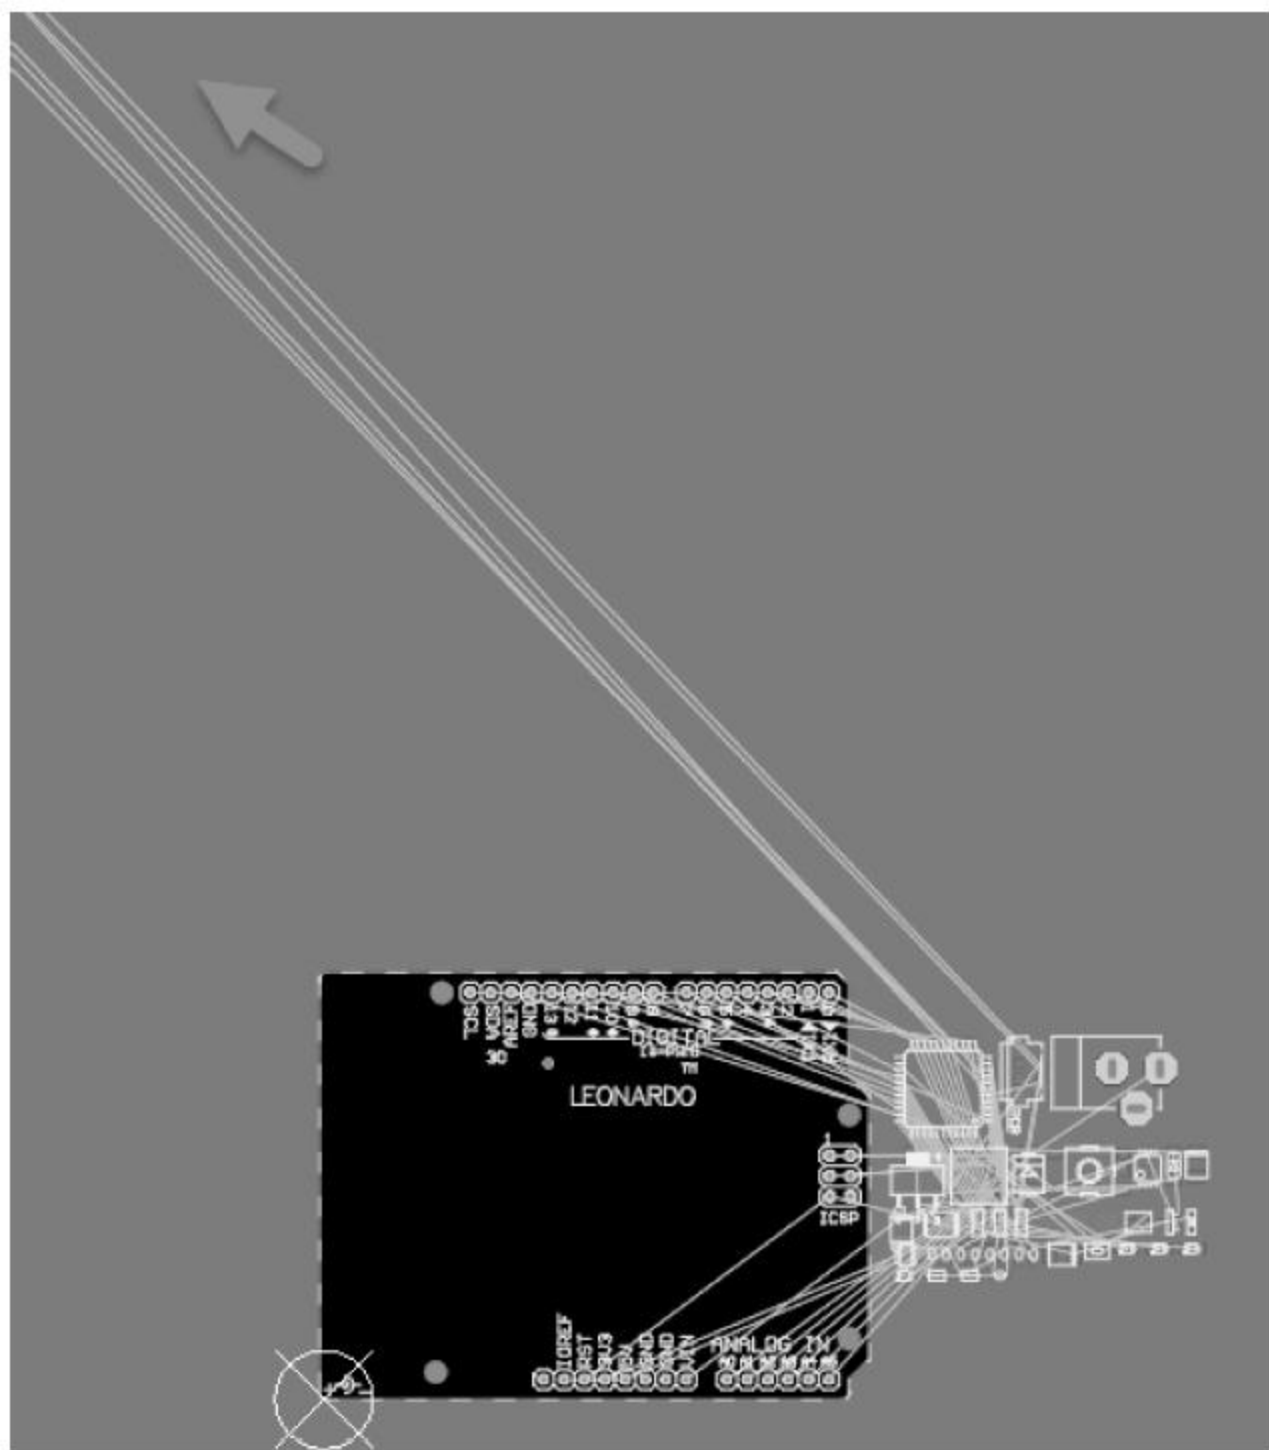

图 8-29 元件在 PCB 界面之外
2. 导入原理图后, 有部分元件跑到 PCB 编辑界面外, 如图 8-29 所示。如何把元件移回来?